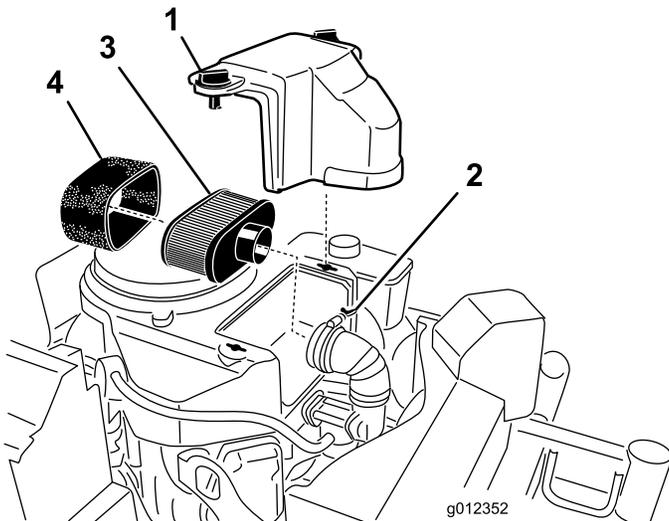

図 41
3. エアクリーナを外したときエンジン内部に異物が入らないよう、周辺をきれいに拭く(図 41)。
4. エアクリーナのカバーのノブのねじをゆるめてカバーを外す(図 41)。
5. エアクリーナのホースクランプをゆるめてエアクリーナアセンブリを外す(図 41)。
6. ペーパーエレメントからスポンジエレメントを注意深く取り外す(図 41)。
2. エレメントが破損している場合には交換する(図 41)。
1. ペーパーエレメントにスポンジエレメントを注意深く取り付ける(図 41)。
2. エアクリーナのベースまたはホースにエアクリーナアセンブリを取り付けて固定する(図 41)。
3. エアクリーナのカバーを取り付け、ノブを締め付けて固定する(図 41)。